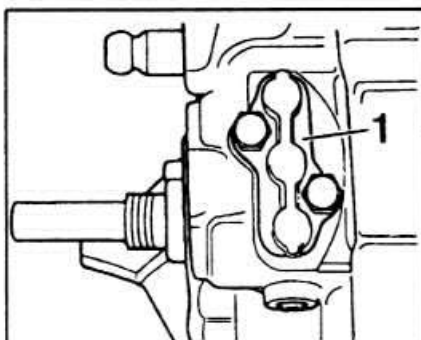

Рис. 6-2. Снятие крышки фиксаторов:
- Снять крышку фиксаторов, отвернув болты крепления (рис. 6-2), и с помощью магнита извлечь пружины и фиксаторы.